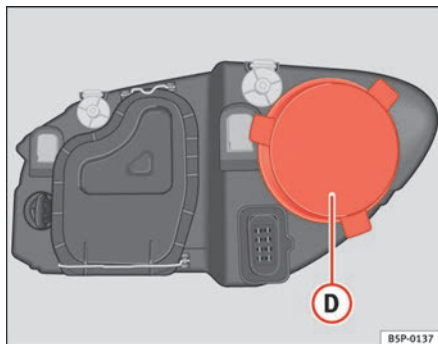

Abb. 164 Standlicht
- Den Deckel ⇒ Abb. 164 **D** abziehen.